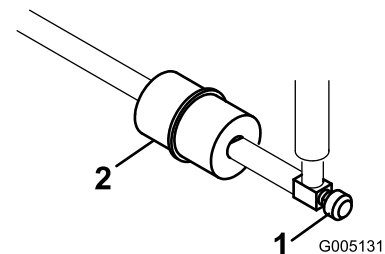

Figura 33
El filtro de combustible en línea se encuentra en el tubo de combustible, entre el depósito de combustible y el carburador (Figura 33).
1. Cierre la válvula de cierre del combustible (Figura 33).
2. Coloque un recipiente debajo del filtro, afloje la abrazadera en el lado del carburador del filtro y retire el tubo de combustible del filtro (Figura 33).
3. Afloje la otra abrazadera y retire el filtro (Figura 33).